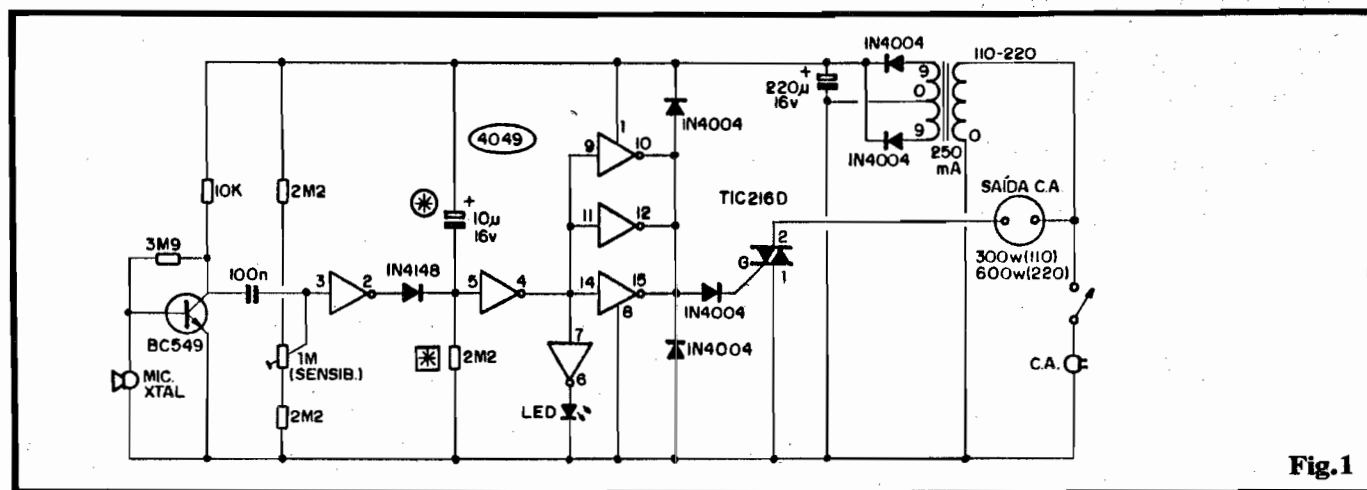

Fig. 1
- FIG. 1 - O CIRCUITO - O diagrama mostra o “esquema” do circuito, que é bastante “descomplicado”: sua energia, necessária ao “plantão”, é fornecida pela rede C.A. local (110 ou 220V), através de uma fonte interna convencional, a transformador, dotada de dois diodos 1N4004, retificadores, e eletrolítico de filtro (220u). Como o arranjo é suficientemente insensível a interferências via rede, grandes desacoplamentos ou filtragens não se mostraram necessários, simplificando o projeto da fonte aos seus aspectos mais elementares... A baixa Tensão C.C. vinda da dita fonte, energiza todo o circuito, menos a sua Saída de Potência, cuja alimentação é “puxada” diretamente da tomada C.A., de modo a suprir a(s) carga(s) acoplada(s) da devida Tensão e Corrente... O sensor acústico da MAU é uma cápsula de microfone de cristal, componente de baixo custo e boa sensibilidade (já que não é requerida “fidelidade”, nesse tipo de aplicação...). Os sinais (voz, choro de criança, ou qualquer “barulho” próximo...) captados pelo dito microfone são por ele transformados em tênues impulsos elétricos, aplicados então - para amplificação inicial - a um transistor BC549 (polarizado automaticamente em base por resistor de 3M9, e tendo como carga de coletor um resistor de 10K...). Os pulsos, já amplificados, presentes no coletor do transistor, são encaminhados (via capacitor de 100n) ao pino de en-